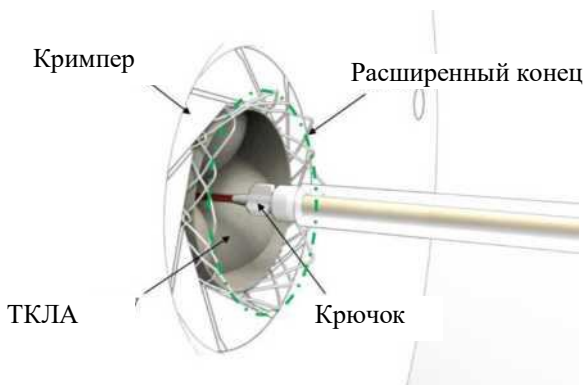
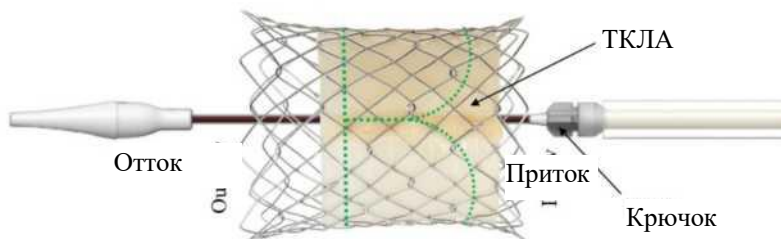

Рисунок 10. Введение ТКЛА и шaft катетера в кримпер
Рисунок 11. Правильная ориентация ТКЛА для загрузки
- 3) Поместить ТКЛА в кримпер и вставить шaft катетера системы доставки в клапан так, чтобы конец раструба и крючок были выровнены параллельно ему (Рисунок 10). **Входная часть ТКЛА должна быть обращена к крючку, чтобы раскрыть клапан в правильном направлении клапана легочной артерии (Рисунок 11).**